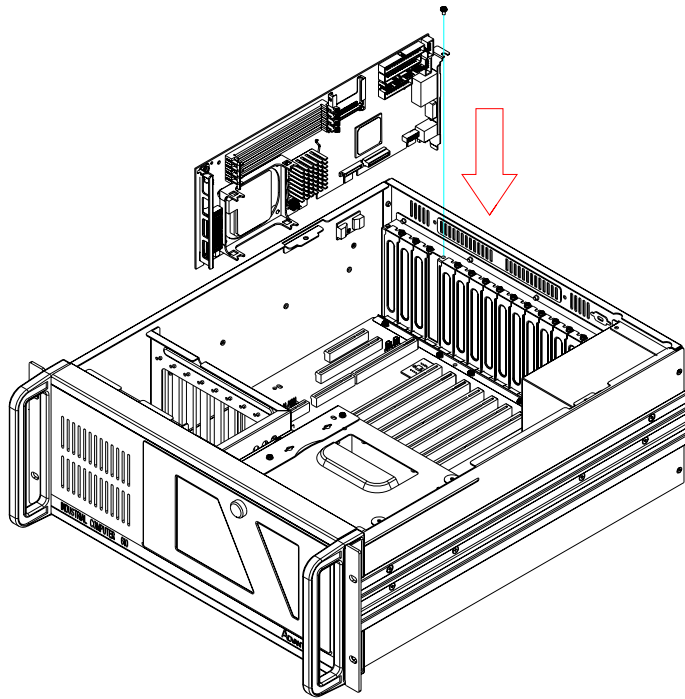

图 2.5：安装全长 CPU 卡
2. 将 CPU 卡（已安装 CPU、CPU 风扇、RAM 和一些必需的电缆）或附加卡垂直插在相应的插槽上。对于全长 CPU 卡，请确认卡的支架已插好、并且卡的另一端已插在塑胶导引槽中。然后，用螺丝将卡固定在支架上。（如图 2.5 所示）